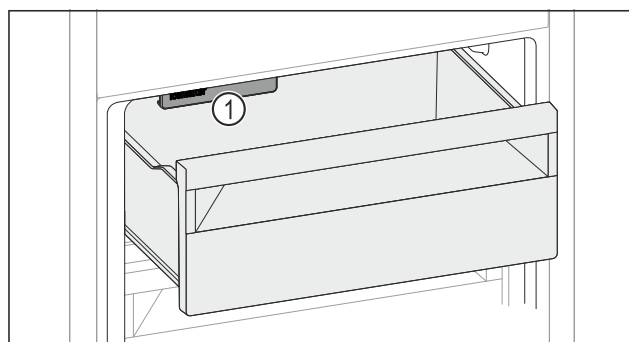

Fig. 164
- Tenez compte de l'IceMaker Fig. 164 (1).